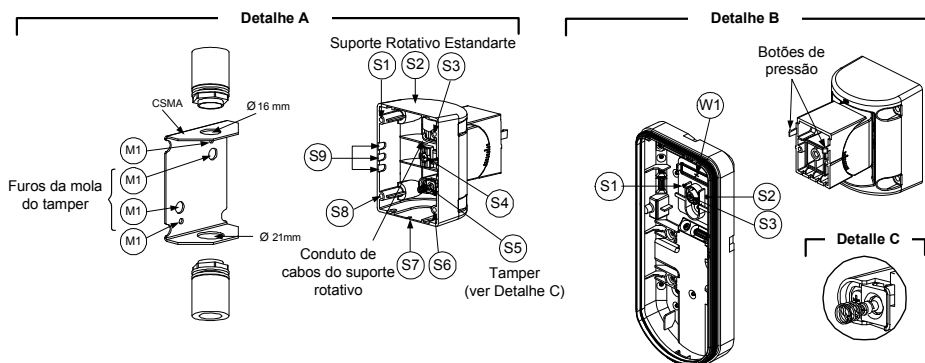

Figura 7
3. Abra os furos pré-marcados na base externa (Figura 7, Detalhe B)
4. No acessório do suporte rotativo remova o furo pré-marcado da fiação do cabo do suporte rotativo S2, S7 ou S9 (Figura 7, Detalhe A).
5. Remova o tampo posterior da base interna (Ver "Trocando a Posição do Tampo Posterior") e conecte-o ao S5 (Figura 7, Detalhe A) no Suporte Rotativo Estandarte.
- a. Insira a fiação do cabo externo através dos furos pré-marcados S2, S7 ou S9 e tire-os (incluindo os cabos do tampo) através do Conduto dos Cabos do Suporte Rotativo (Figura 7, Detalhe B).
Montagem do Conduto do Suporte Rotativo (usando Adaptador do Conduto de Metal do Suporte Rotativo – CMSA, Figura 7, Detalhe A)
- d. Insira os cabos externos e os cabos do tampo desde o conduto através do Conduto de Cabos do Suporte Rotativo do suporte rotativo (Figura 7, Detalhe A).
A mola do tampo S5 (figura 7) deve fazer contato com a parede através dos furos das molas do tampo M2 ou M3 no CMSA. Certifique-se de escutar o "Clique" do tampo ao ser conectado à parede.
7. Insira os cabos do tamper e a fiação do cabo externo do Suporte Rotativo Estandarte através do furo pré-marcado W1 na base externa (Figura 7, Detalhe B).